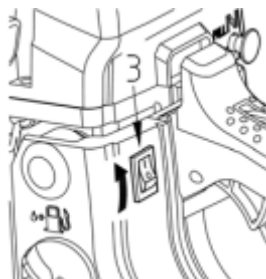

Рис. 6.2
4. Установите выключатель двигателя (рис. 6.2 поз.3) в положение "I".